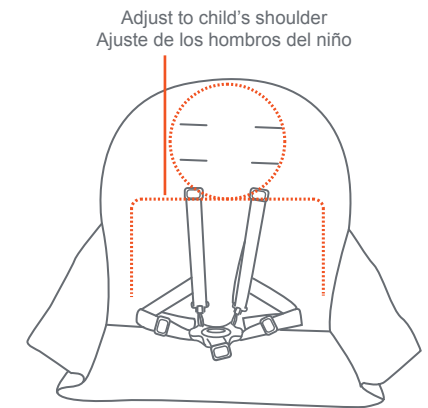

Fig. 14a
- 14)** • The shoulder straps of the 5-point harness have multiple positions. Select the position that places the shoulder strap level with, or below the top of the child's shoulder (Fig. 14a).
- Las correas de hombros del arnés de 5 puntos tienen múltiples posiciones. Seleccione la posición que coloque la correa del hombro al nivel o debajo de la parte superior del hombro del niño (Fig. 14a).